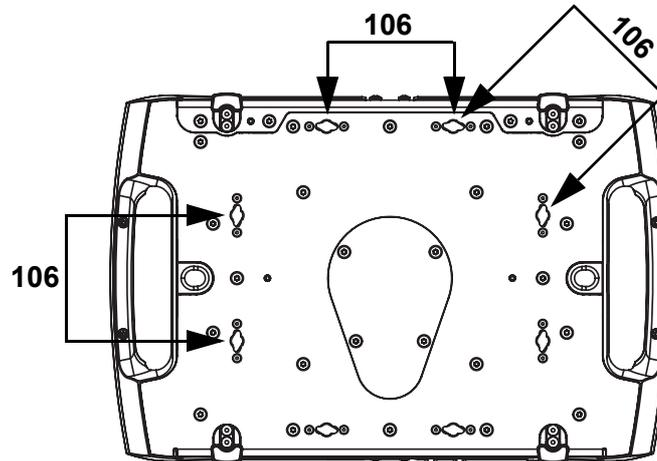
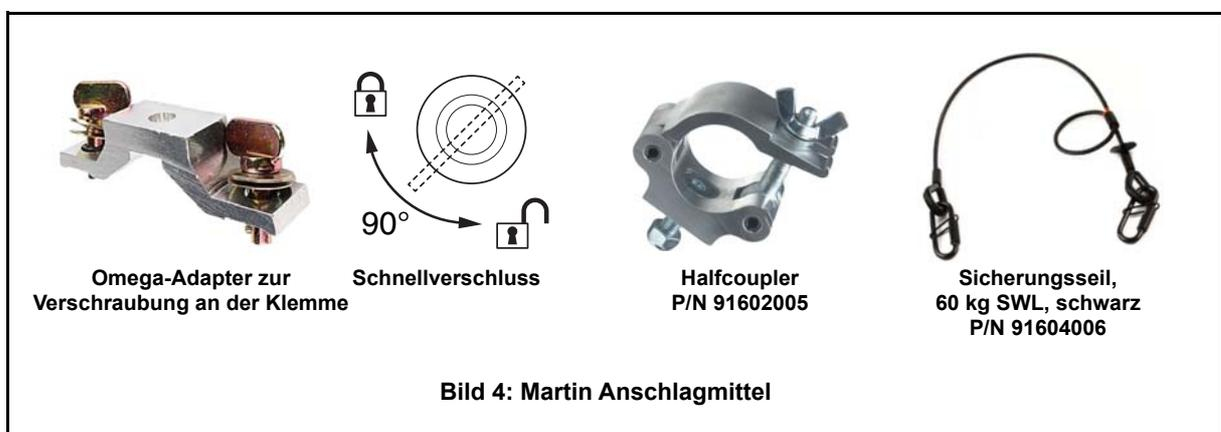

Bild 3: Montagepositionen der Omega-Adapter
Bild 4: Martin Anschlagmittel
Der MAC Ultra Wash kann auf stehend auf einer ebenen Oberfläche oder in beliebiger Orientierung mit zwei geeigneten Klemmen gehängt werden. Verwenden Sie Halfcoupler (siehe Bild 4) oder andere Klemmen, die vollständig um die tragende Struktur greifen und für das Gewicht des Geräts ausgelegt sind, wenn der Bügel nicht senkrecht nach unten zeigt. Wenn der Bügel senkrecht nach unten zeigt, dürfen auch andere, für das Gewicht des Geräts ausgelegte Klemmen, verwendet werden.
Vier Paar Schnellverschluss-Aufnahmen an der Unterseite der Basis können zur Montage von Omega-Adaptern mit 106 mm Verschlussabstand verwendet werden (siehe Bild 4). Die Omega-Adapter können parallel oder diagonal zum Gerät montiert werden (siehe Bild 3).
3. Siehe Bild 3 auf Seite 9. Setzen Sie die Klemme auf zwei passende Montagepunkte in der Basis des Geräts. Führen Sie die Schnellverschlüsse ein und verriegeln Sie die Verschlüsse durch eine 90°-Drehung im Uhrzeigersinn.